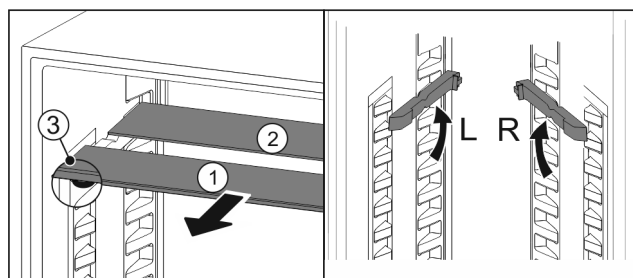

Fig. 147
- Sortir les tablettes par l'avant *Fig. 147 (1)*.
- La tablette en verre *Fig. 147 (1)* avec bordure décorative est située à l'avant.
- Les butées *Fig. 147 (3)* sont orientées vers le bas.